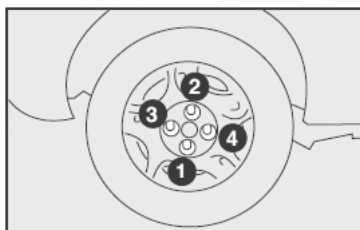

fig. 22
12) Apriete a fondo los tornillos, pasando de un tornillo al otro diametralmente opuesto siguiendo el orden ilustrado en la fig. 22.